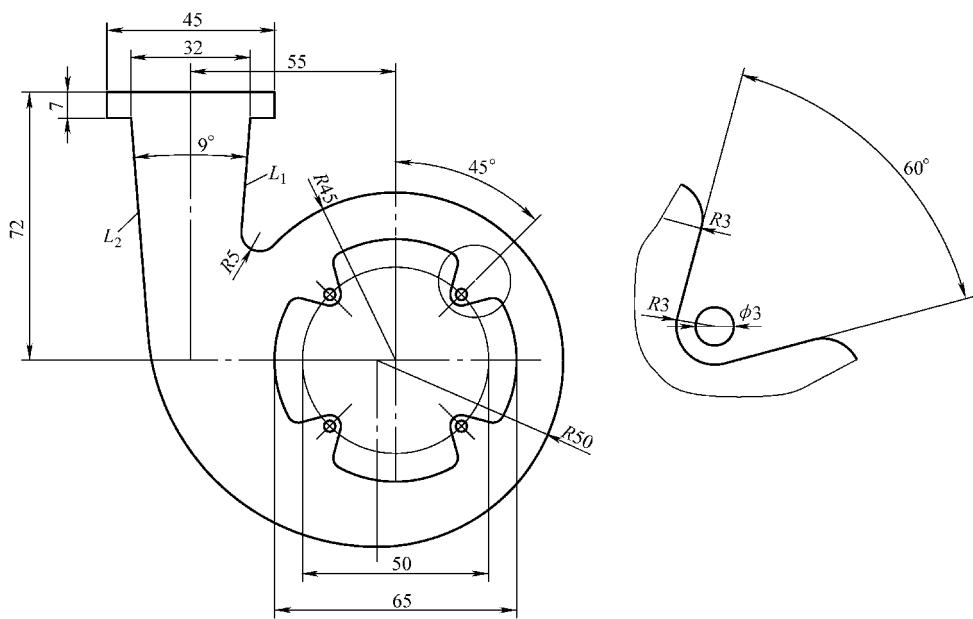

图 10-18 习题 11 图
11. 参照图 10-18 绘制图形，注意其中的相切，同心、对称等约束关系， L_1 和 L_2 关于中心线对称，并计算该图形面积。